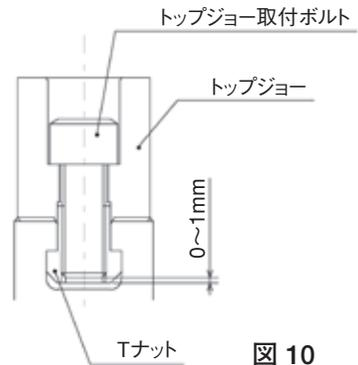

図 10
- ジョー取付ボルトのTナットに対するねじ込み深さが浅いと、Tナットが破損し、ジョーや工作物が飛散して危険。取付ボルトが長すぎてTナット底面から突き出ている場合も、トップジョーが固定されないため、ジョーや工作物が飛散して危険。従って、ジョー取付ボルトの全長はTナットの底面より0~1mm程度とすること。(図10参照)